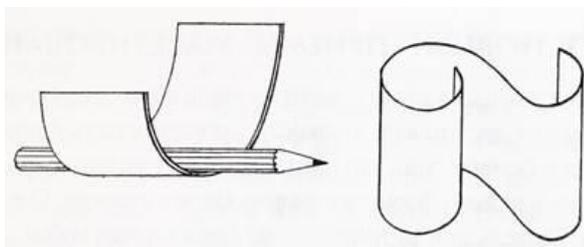

Рисунок 1.
- Чтобы *склеить любую криволинейную поверхность*, нужно при помощи карандаша или спицы с нажимом прогладить бумагу (*рис. 1*).